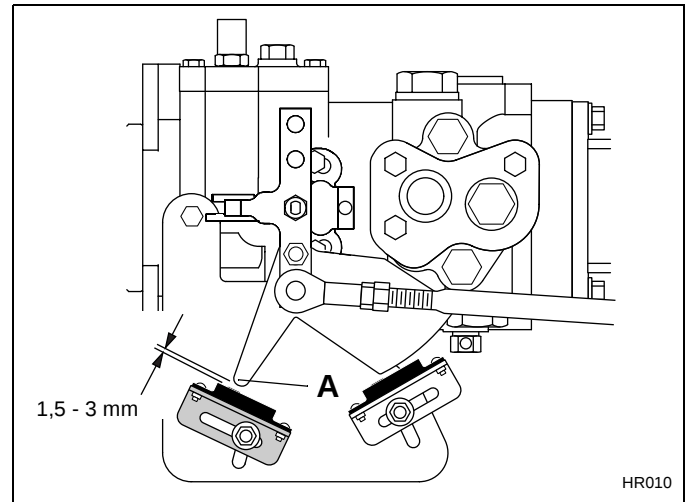

Figur 4H
1. Kontrollera att returarmen (**K-figur 4H**) på pumpen är injusterad till friläget, se avsnitt 3.7.